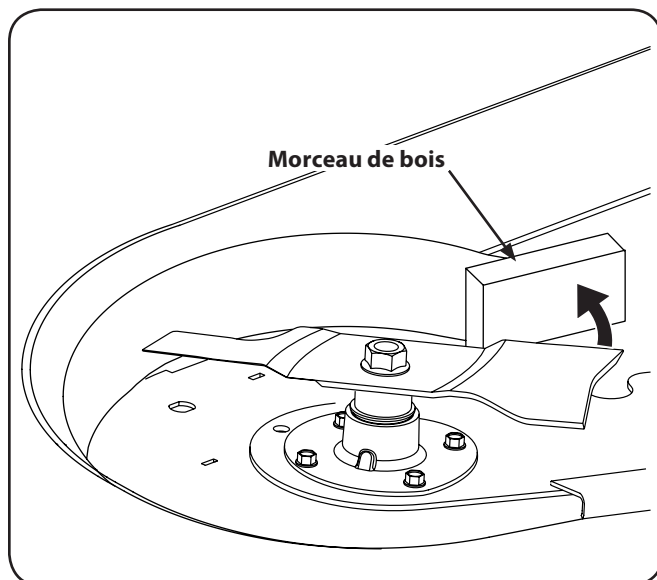

Figure 7-8
3. Enveloppez un chiffon autour de la lame et retenez la lame pour l'empêcher de tourner, ou immobilisez la lame en plaçant un morceau de bois entre la lame et le boîtier du plateau de coupe. Voir Figure 7-8.